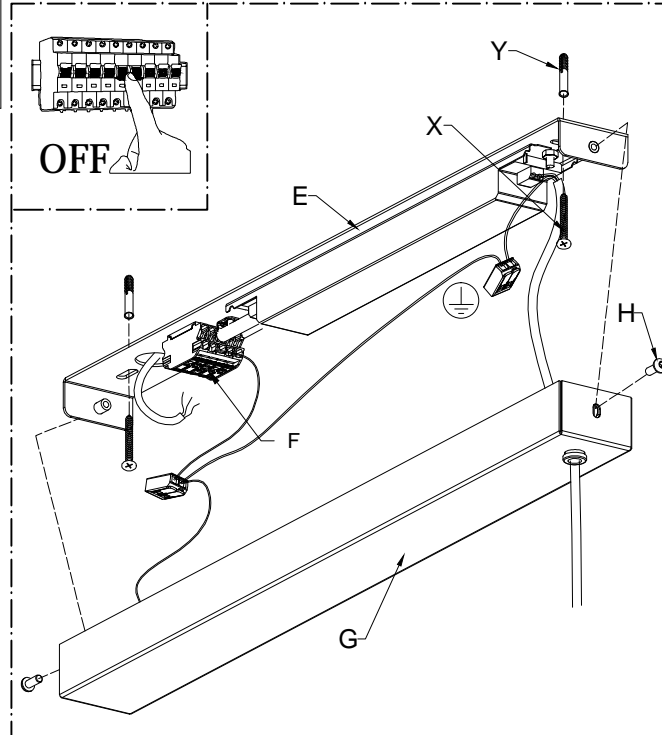

Fig. 2
- Fissare a soffitto la staffa (E) con le apposite viti (X) e tasselli (Y) facendo prima passare nel foro centrale i cavi di rete (Fig. 2).
- Collegare i cavi di rete nei morsetti (F) rispettando le polarità.(Fig. 2).
- Posizionare il rosone (G) e chiudere il tutto avvitando le viti (H).(Fig. 2).
- Pull the network cable through the center hole of the disc (E) and fix on the ceiling the disc with the screws (X) and the dowels (Y) (Fig. 2).
- Connect the network cable on the clamp (F) according to the polarity. (Fig. 2).
- Lift up the ceiling rose (G) until it completely lean against the ceiling; screw the detail (H) (Fig. 2).